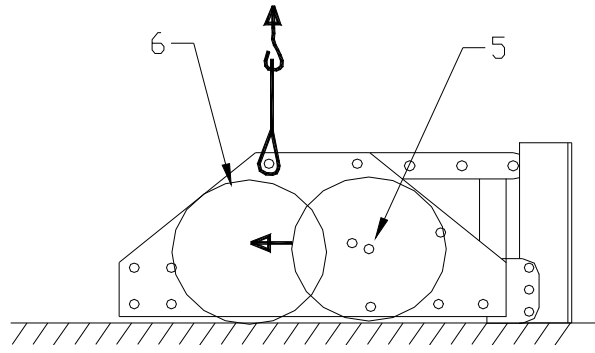

Fig. 2.
4. Coloque la máquina horizontal sobre un suelo plano, tal como se indica en la Fig.2.
Vease la fig.2: